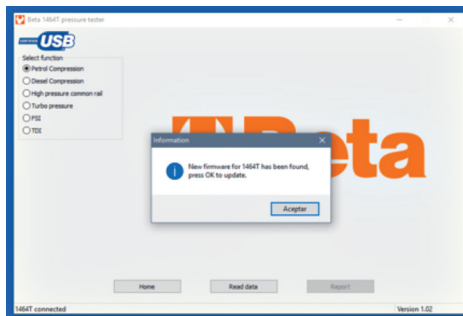

Fig. 4
- Depois de detectado o testador, o PC verifica se no servidor Beta aparece um novo firmware e avisa o utilizador. Ver fig. 4.